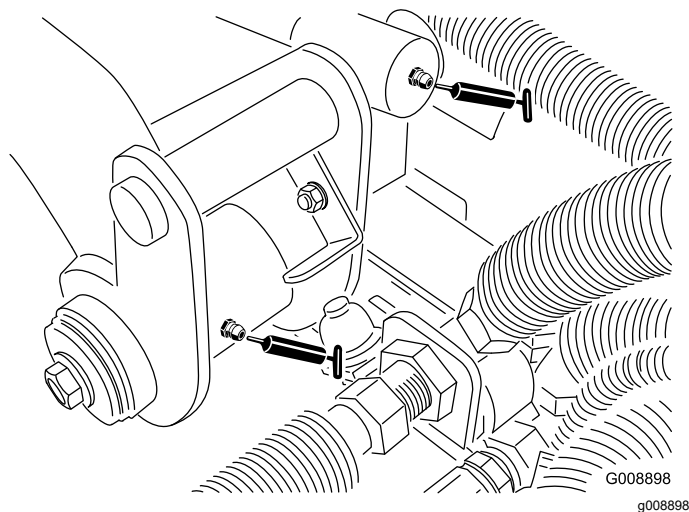

Figura 64
- Pivote y cilindro de elevación del brazo de elevación trasero (2 acoplamientos – Figura 64)